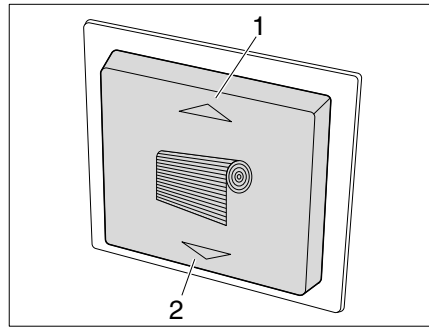
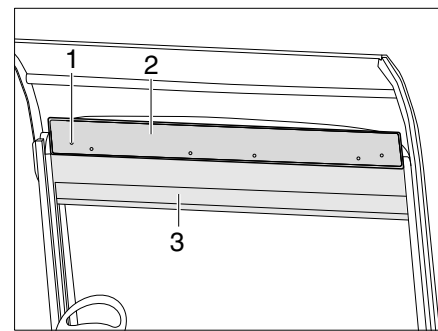

Fig. 82 Interruttore della tenda a rullo
Fig. 84 Funzione di emergenza tenda a rullo
- Premere il tasto (Fig. 82/2). La tenda a rullo (Fig. 84/3) per il parabrezza si sposta verso il basso.
- Premere il tasto (Fig. 82/1). La tenda a rullo (Fig. 84/3) per il parabrezza si sposta verso l'alto.
- Svitare le 6 viti (Fig. 84/1) dalla cassetta della tenda e togliere il coperchio (Fig. 84/2).
- Agganciare la manovella a uno dei due motori e sollevare o abbassare la tenda a rullo (Fig. 84/3).